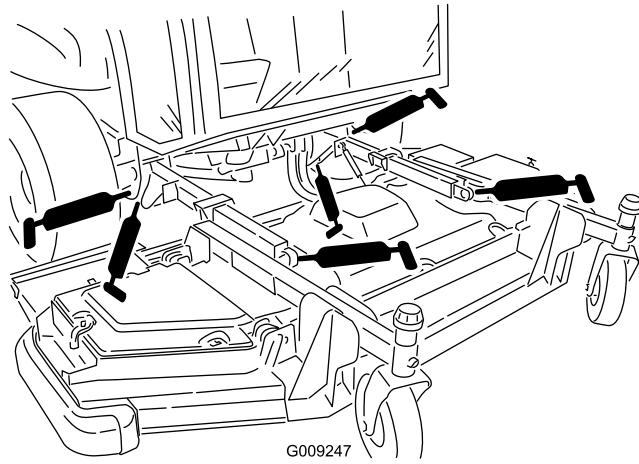

図 53
- 昇降アームのブッシュ2ヶ所 図 53
- 昇降アームのボールジョイント2ヶ所 図 53
- 前デッキの昇降シリンダのピボット2ヶ所 図 53